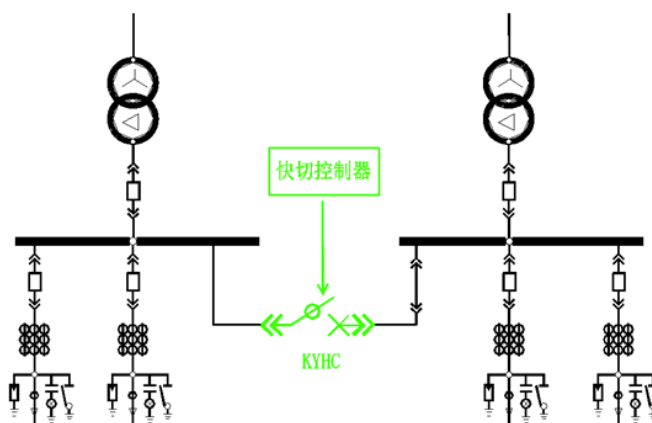

图 3 母联分离原理图
3) 母联分离：图 3 所示，双电源进线、双母线并列运行，在其中一段发生短路故障时，快速实施母线分离，保障系统运行的可靠性，减少用电设备承受的短路电流冲击。